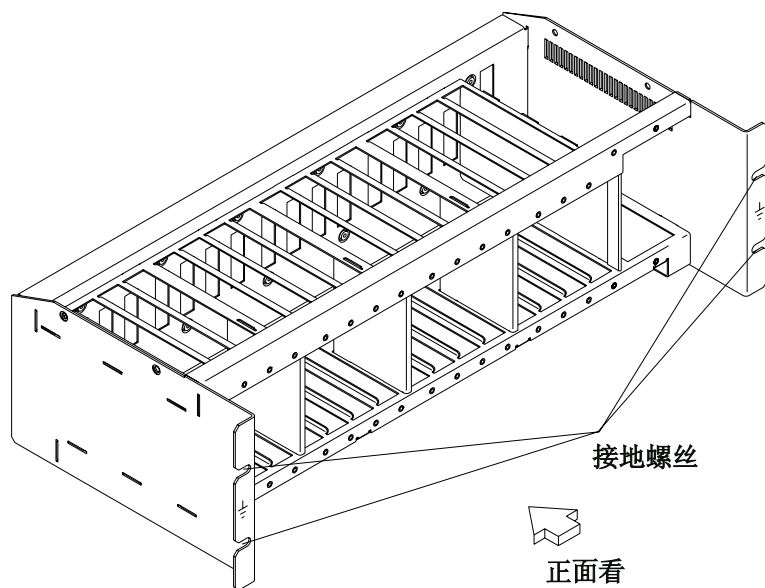

图 8. LCB 接地通过螺丝
- 如果有LCB的话，检查LCB外壳和控制器扩展机柜之间的电路保证连通。这个操作必须在网络连接之前做（参照第9页的图8）。